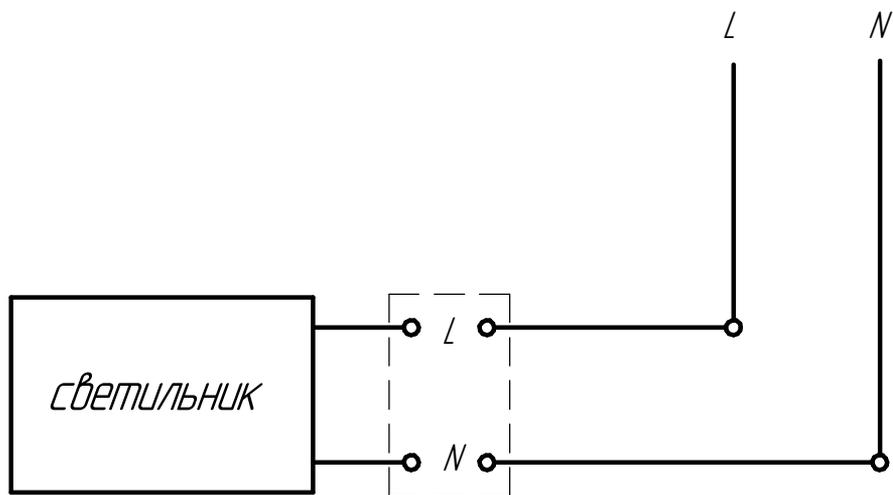

Рисунок 2 - Схема подключения светильников к сети
5.3 Выкрутите винты с боков и задней стороны светильника, снимите скобу 3. Установите крепежные элементы со скобой в потолок. Подключите светильник к питающей сети (рисунок 2).